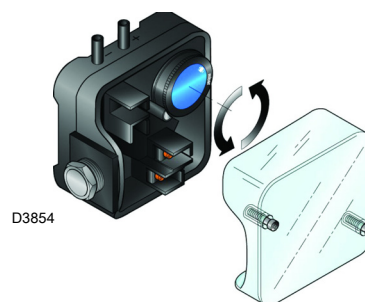

图 28
- 调节风压开关 (图 28) 到量程的起始位置。
在进行上述燃烧器各部分调节时，风压开关置于量程开始位置（图 28），上述所有调整结束后，方可调整风压开关。